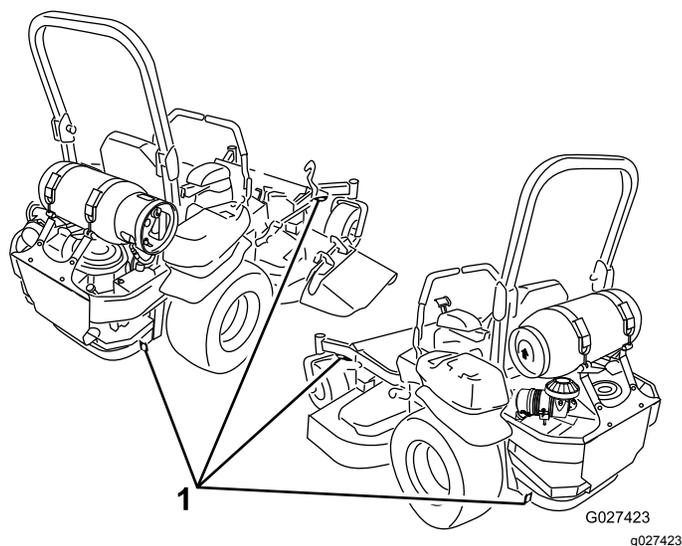

Figure 35
- Arrimez solidement la machine sur la remorque ou le camion à l'aide de sangles, chaînes, câbles ou cordes. Utilisez uniquement les quatre points d'attache désignés de la tondeuse : deux à gauche et deux à droite (voir Figure 35). Utilisez ces points même pour transporter la tondeuse équipée d'un accessoire. L'utilisation de points